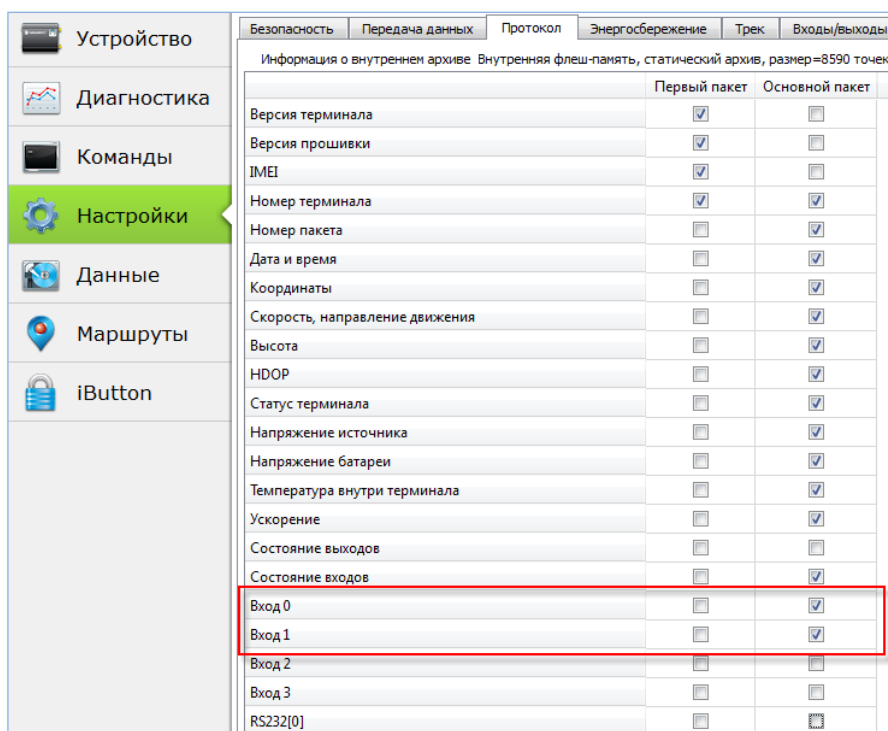

Рисунок 9. Настройка основного пакета
- перейти на вкладку «Настройки» → «Протокол» и установить в настройках основного пакета галочки в полях ДАВ, к которым подключены частотные ДУТ (Рис. 9);